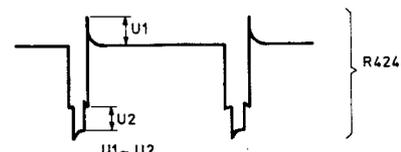

Fig. 17
- Justiere R424 derart, dass die Amplitude des Überschwingens (Overshoot) am Anfang des Videosignals der Amplitude des Horizontal-Synchronimpulses entspricht (Siehe Abb. 17).